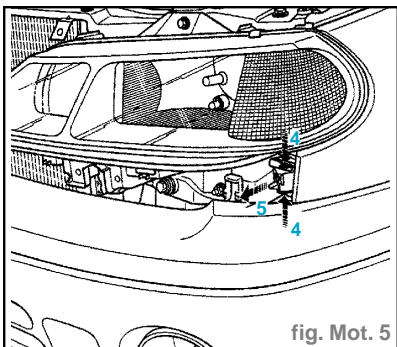

fig. Mot. 5
- Pour cela, utiliser une pince et un tournevis plat afin de dégager les languettes de maintien (4) de son logement (5) sur l'aile (fig.Mot. 5).